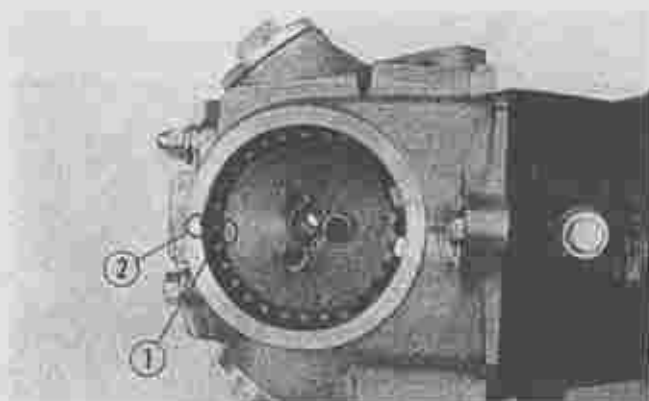

Fig. 36 Nokkenas afstelling
- e. Plaats het tandwiel zodanig in de nokkenas-ketting, dat het "O" merk op het tandwiel precies omhoog gericht is tegenover het merkteken (inkeping) op de cilinderkop en monteer de drie bevestigingsbouten. (Fig. 36)